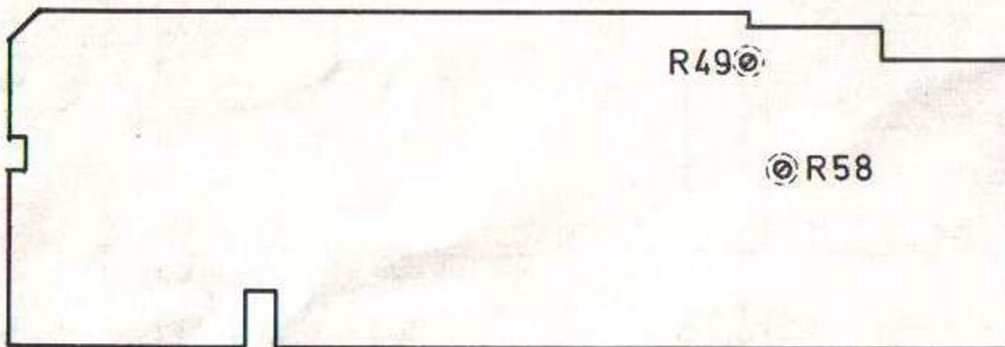

Abb. 1
2.1 R 49/R 58 Aussteuerungsanzeige (Abb. 1)